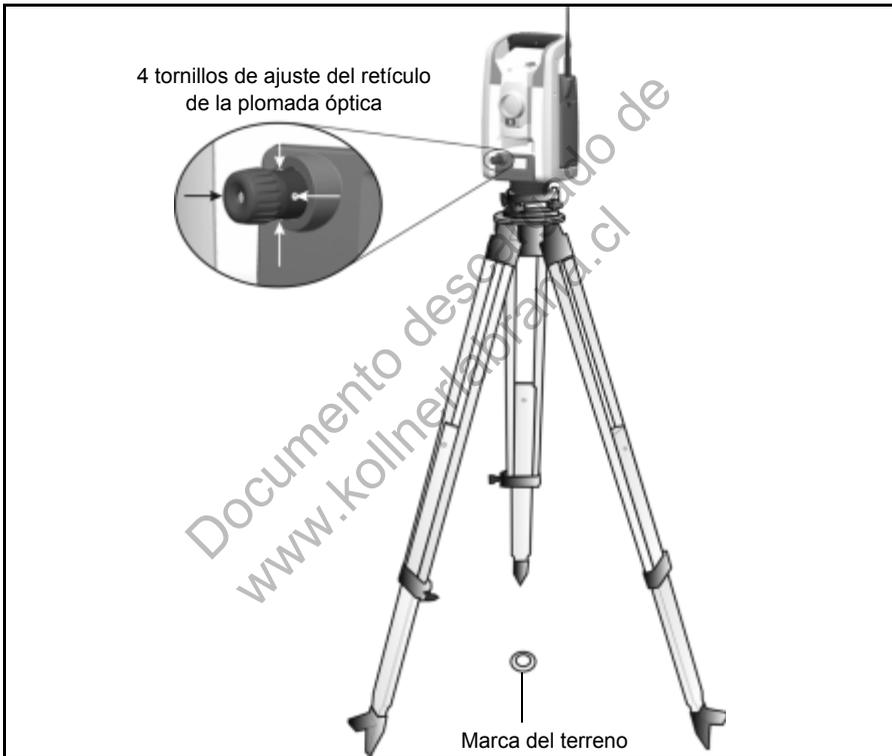

Figura 4.33 Ajuste de la plomada óptica
1. Establezca el instrumento y nivélelo sobre la marca del terreno. El trípode debe estar a 1,5 m ($\pm 0,1$ m) de altura. Véase la Figura 4.33.